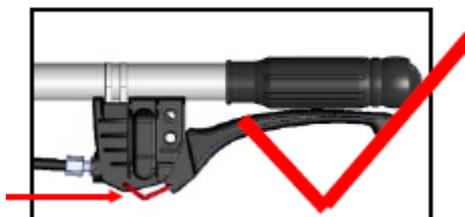

FIGURA 2
4. Dopo che l'operatore ha preso dimestichezza con la macchina, quando si lavora e si cammina, si suggerisce di bloccare la maniglia della frizione con un lucchetto (fare riferimento alla figura 2) per evitare una corsa incompleta dell'impugnatura e ridurre i danni al disco di frizione, al fine di prolungare la vita della frizione.